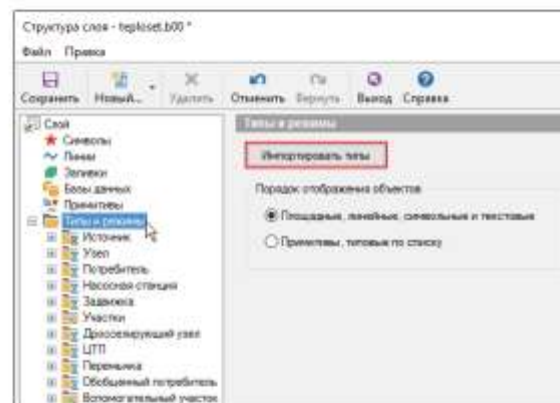

Рисунок 4.23. Импорт типов
1. В дереве редактора структуры слоя встать на пункт Типы и режимы, нажать кнопку Импортировать типы. (смотрите Рисунок 4.23. «Импорт типов»).